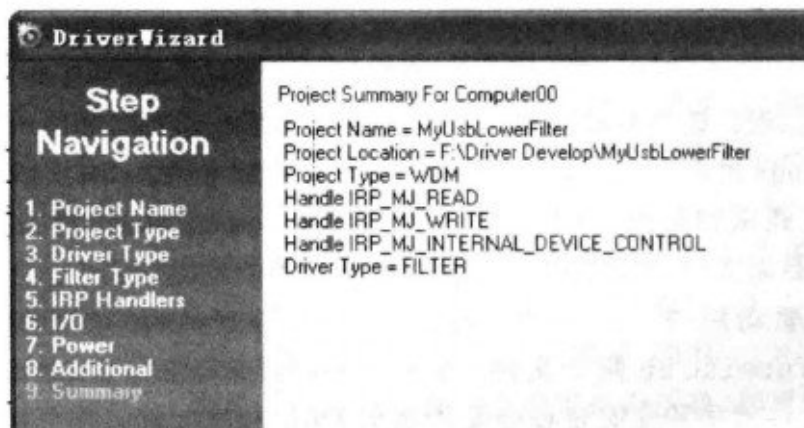

图 10.2.9 查看总结信息
(9)查看总结信息,在这里可以大致检查一下设置是否正确,如果发现有错误,还可以后退修改。确认无误后,就可以单击 Finish 按钮完成向导了,如图 10.2.9 所示。